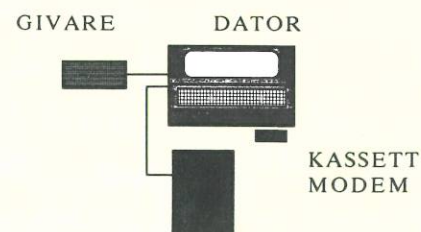

Fig 1 Principskiss
- Längd- och diameterkontrollera och skillnaden mellan visat värde och uppmätt (verkligt) antecknas i ett "Loggdiagram". Se fig 1.